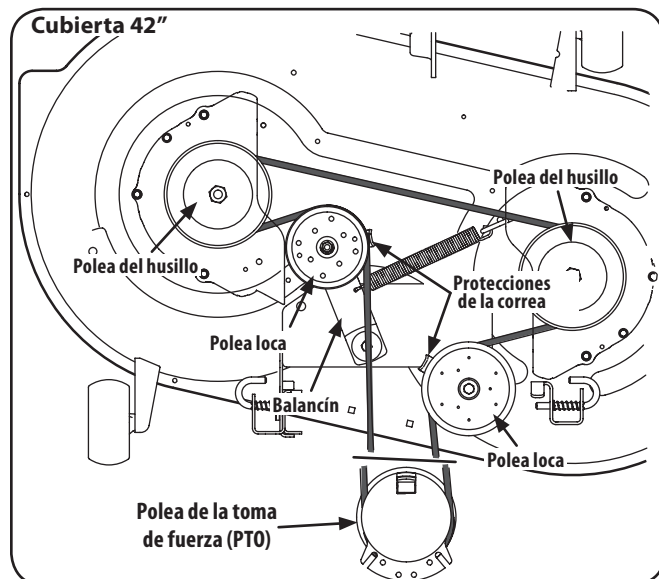
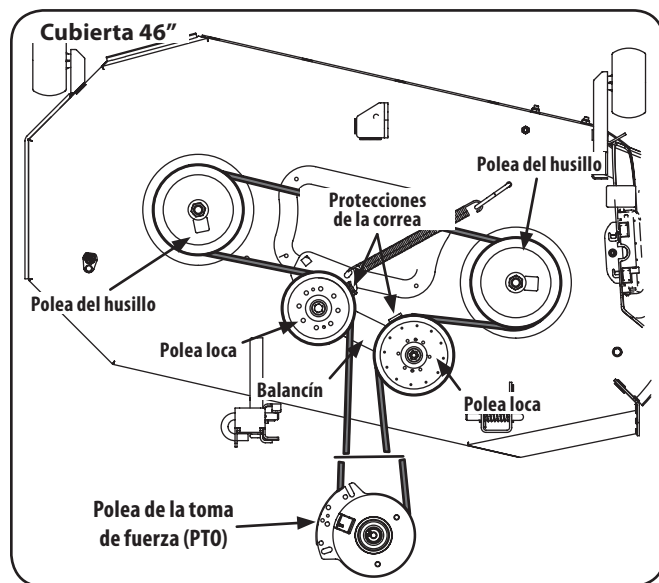
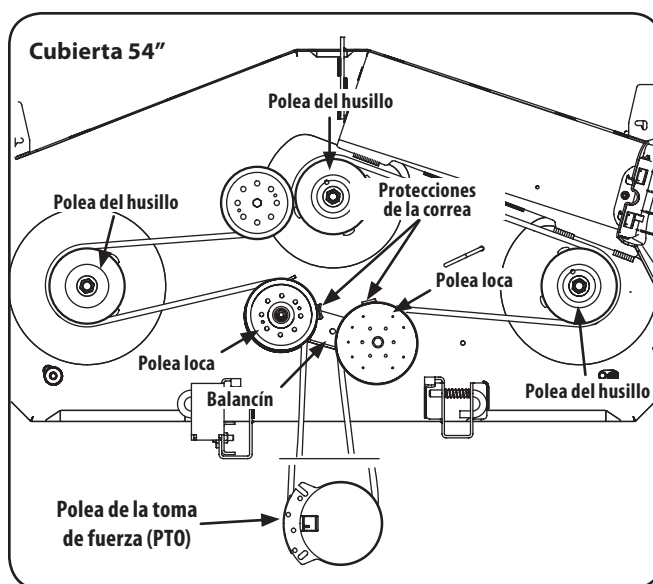

Figura 7-8
Figura 7-9
Figura 7-10
2. Afloje, pero no quite el hardware de la derecha y la izquierda de la polea loca. Consulte la Figura 7-8 para 42" cubiertas, Figura 7-9 para 46" cubiertas y la Figura 7-10 para 54" cubiertas.